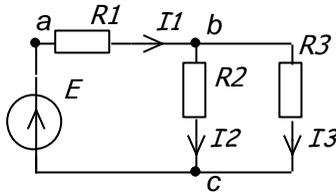

Рис. 1.1
1. Для схемы рис. 1.1 рассчитать входное сопротивление относительно зажимов источника, напряжения и токи в ветвях схемы. Данные для расчета взять из табл. 1.1 в соответствии с номером бригады. Результаты расчетов занести в табл. 1.2.
Собрать цепь по схеме рис. 1.1, измерить напряжения и токи в ветвях. По результатам измерений рассчитать сопротивления  $R_1$ ,  $R_2$ ,  $R_3$  и входное сопротивление цепи. Результаты измерений занести в табл.1.2 и сравнить с расчетными.